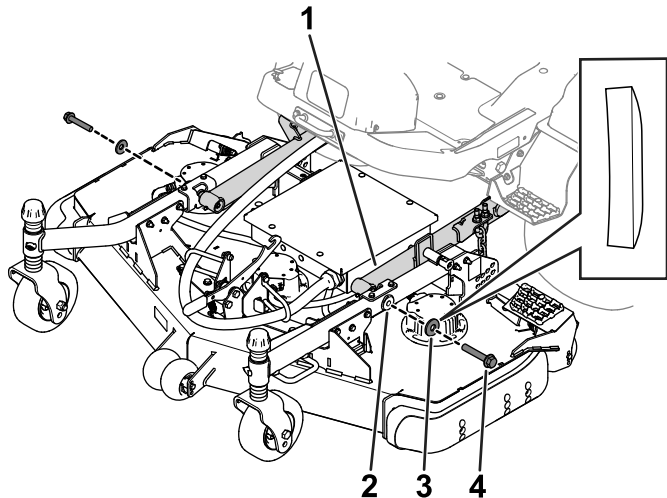

Figura 3
4. Utilice 2 pernos de cabeza hexagonal y 2 arandelas para fijar los brazos de las ruedas giratorias a los brazos de elevación (**Figura 3**).
Asegúrese de colocar las arandelas con el lado curvo junto a la cabeza del perno (**Figura 3**).